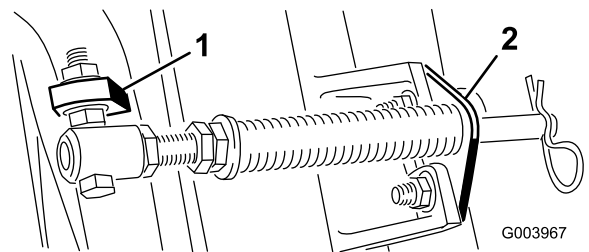

図 6
C. スプリング・チューブのキャップスクリュを、反対側のキャリア・フレームのタブに取り付け、フランジ・ナットで固定する。図 6に示すように、キャップスクリュの頭部がタブの外側を向くように取り付けること。
D. カッティングユニットのタブにロッド・ブラケットを取り付け、キャリッジ・ボルト2本とナットで固定する (図 6)。また、#4 カッティングユニットでは、ロッド・ブラケットを再取り付けするときに、カッティングユニットのタブの前面に左側ホース・ガイドを取り付ける (図 7)。